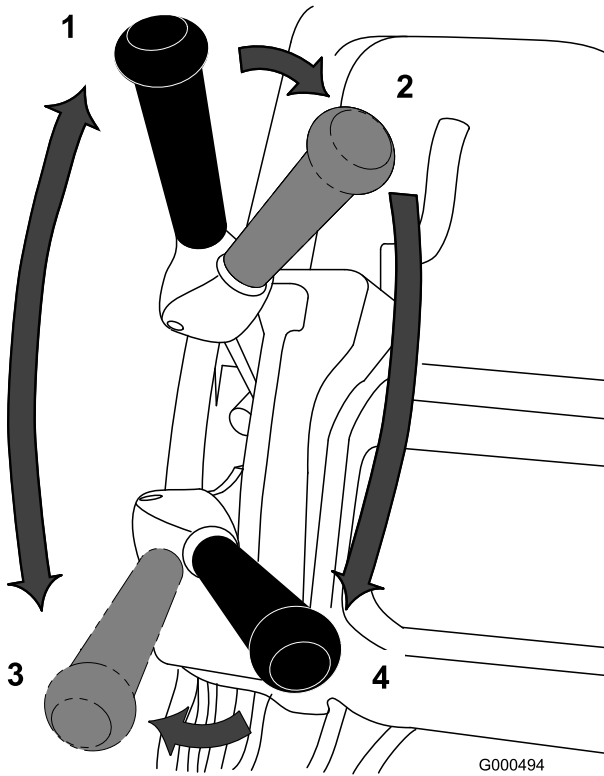

Figure 18
1. Mettez le moteur en marche, réglez la manette d'accélérateur en position de ralenti, appuyez sur le guidon pour relever le plateau de coupe, placez le levier de commande de déplacement en position d'embrayage et transportez la machine à la lisière du green (Figure 18).
2. Placez le levier de commande de déplacement en position de débrayage et le levier de commande du cylindre en position d'embrayage (Figure 18).
- Placez le levier de transmission aux roues en position d'embrayage, augmentez le régime moteur jusqu'à ce que la machine se déplace à la vitesse voulue, conduisez la machine jusqu'au green, abaissez l'avant de la machine et commencez à travailler (Figure 18).